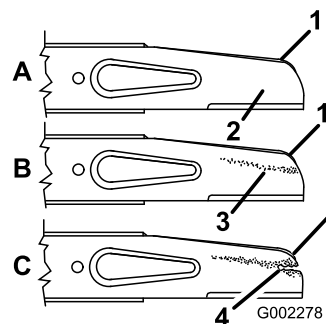

Рисунок 27
Внимательно проверьте остроту и степень износа ножа, особенно в месте соединения плоской и изогнутой частей ножа (Рисунок 27А). Проверяйте нож перед эксплуатацией машины, поскольку песок и абразивный материал могут стачивать металл между плоской и изогнутой частями ножа. Если вы заметите бороздку или износ (Рисунок 27В и Рисунок 27С), замените нож; см. раздел Демонтаж ножа (страница 32).
2. Выверните болт ножа, снимите стопорную шайбу, акселератор и нож (Рисунок 27).